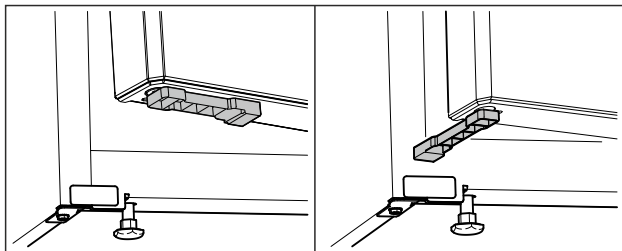

Fig. 69 *
- ▶ Faire tourner l'entretoise de porte à 90°. (voir Fig. 69) *